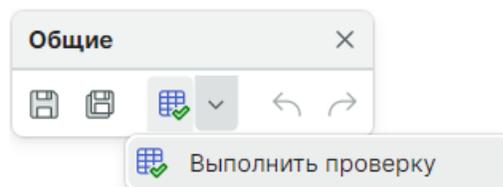

Рис. 303 Запуск операции проверки компонента
6. Выполните проверку компонента (Рис. 303):